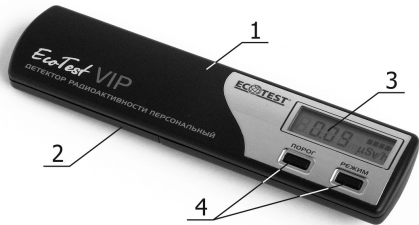

Рисунок 1 - Общий вид детектора
Детектор выполнен в плоском продолговатом с закругленными уголками пластмассовом корпусе. Корпус (рисунок 1, 2) состоит из верхней (1) и нижней (2) крышек. В правой части верхней крышки (1) детектора расположена панель индикации (3), слева и справа под ней - две кнопки (4) управления работой детектора.